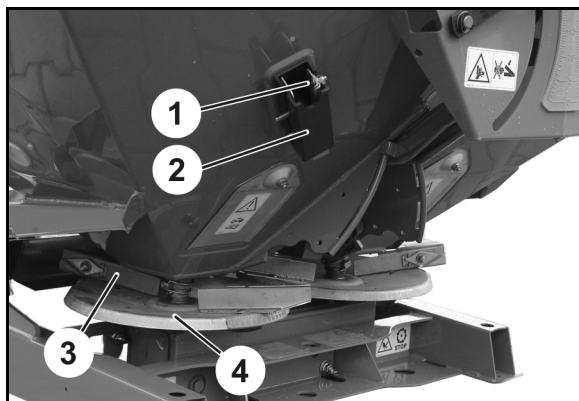

图. 78
1. 将边界撒肥片 (图. 78/1) 从支架 (图. 78/2) 中取出。
2. 拆除左侧撒肥盘 (图. 78/4) 的长撒肥叶片 (图. 78/3)。
- ⑧ Tele-Quick 边界撒肥片或长边界撒肥片不再使用时应固定在支架中。